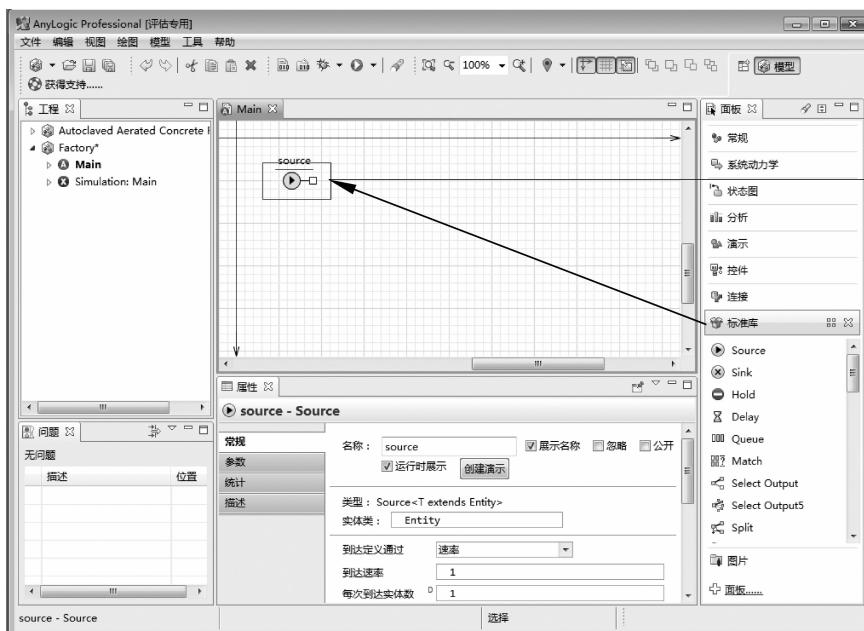

图 3-6 在图纸中添加 Source 对象
(7) 拖曳标准库中的 Source 对象到图形化图纸中,如图 3-6 所示。这是添加新对象的最易用、最常用的方式。